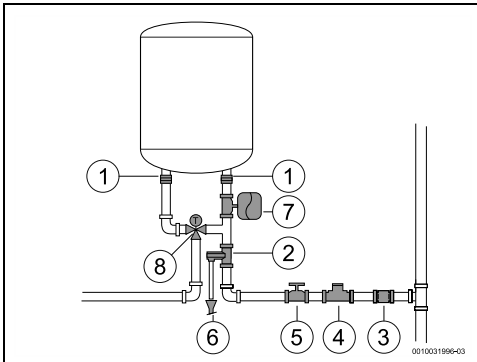

Fig. 15
- Si raccomanda di installare una valvola termostatica (fig. 15, [8]) sul tubo di uscita dell'apparecchio, se si utilizzano tubi PEX. Tali tubi devono essere adeguati alle performance del materiale utilizzato.
- Non installare mai accessori (diversi da quelli illustrati in fig. 15) tra la valvola di sicurezza e l'ingresso acqua fredda sanitaria (lato destro) dell'apparecchio.
- installare un riduttore di pressione (fig. 15, [4]). La valvola di sicurezza si attiva quando la pressione dell'acqua nell'apparecchio è superiore a 8 bar (± 1 bar), pertanto è necessario prevedere una soluzione per scaricare l'acqua.
- installare un vaso d'espansione (fig. 15, [7]) per evitare che la valvola di sicurezza si apra spesso. Il volume del vaso d'espansione deve essere pari al 5% del volume dell'apparecchio.